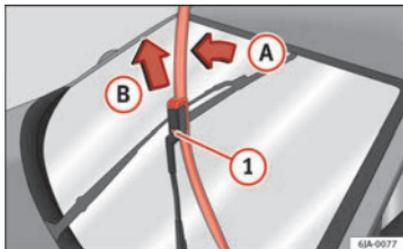

Abb. 66 Wischerblätter für die Frontscheibe
- Klappen Sie den Scheibenwischerarm von der Scheibe ab, wobei Sie das Wischerblatt leicht in Richtung des Arms bewegen – Pfeil (A) ⇒ Abb. 66.
- Entriegeln Sie mit der anderen Hand die Sicherung ① und ziehen Sie das Wischerblatt in Pfeilrichtung (B) ab.